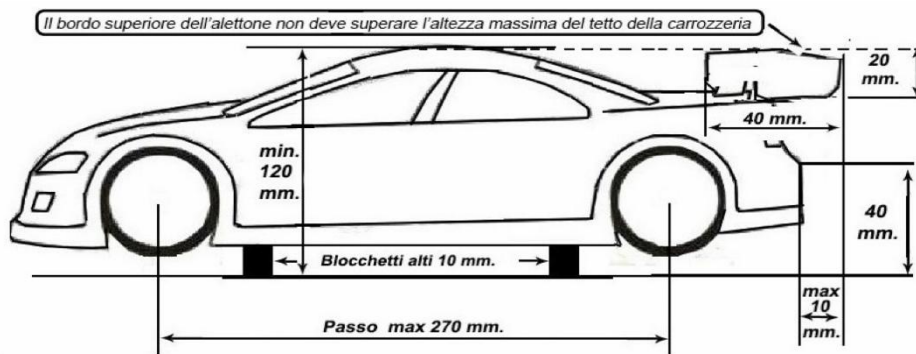

Figura 39
- m) Gli automodelli touring dovranno mantenere i seguenti valori di dimensione e peso (**vedi Figura 39**) sotto valida per EP1, EP2 e EP3):